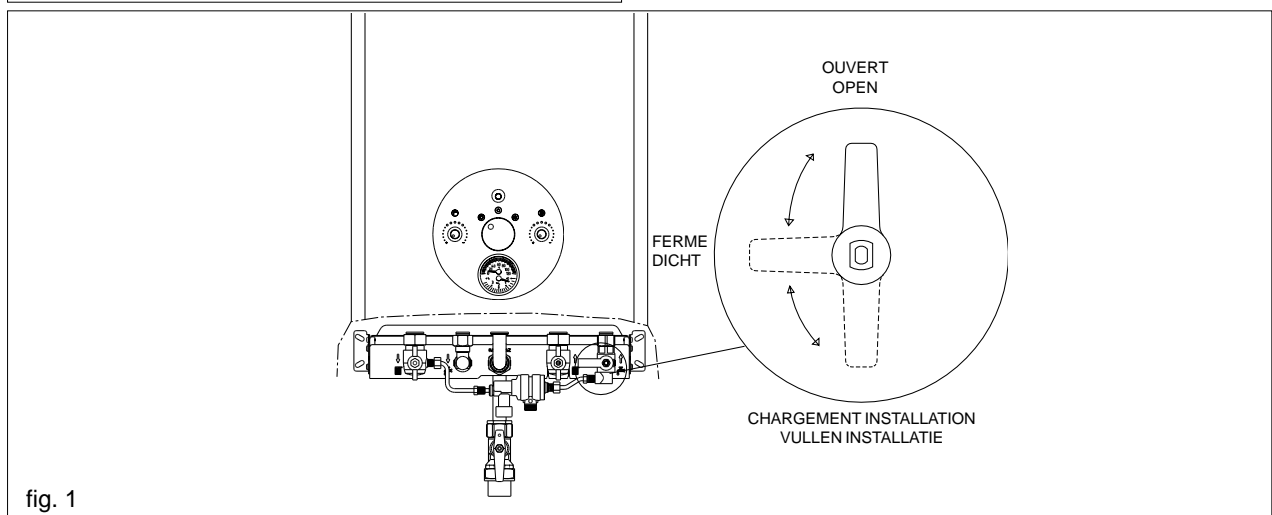

fig. 1
- Positionner le levier du robinet trois voies sur "fermé" (fig. 1)
- draai het kraantje open op de antiterugslagklep (onderbreker) op de montagebeugel (kranenset) (fig 1);
- plaats de hendel van de driewegkraan in de stand 'dicht' (fig. 1).